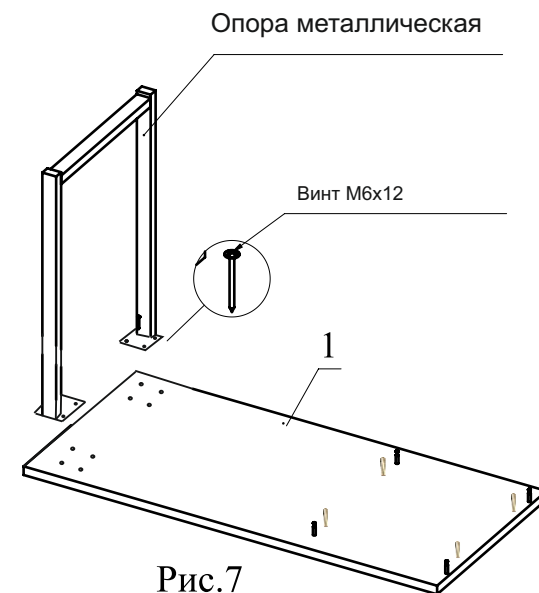

Рис.7
6. Прикрутите опору металлическую при помощи винтов М6х12 (рис.7).